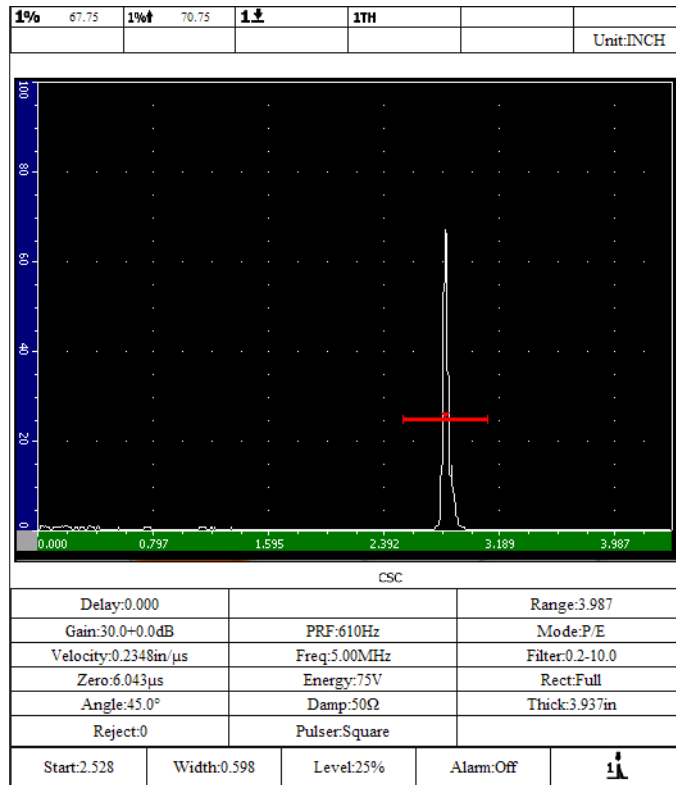

Abbildung 10-8 Beispiel eines Berichts
8. Tasten **[2nd F]**, **[RECALL SETUP] (PRINT)** drücken, um den Bericht wie in Schritt 6 auszudrucken (siehe Beispiel eines Bericht in Abbildung 10-8 auf Seite 191).